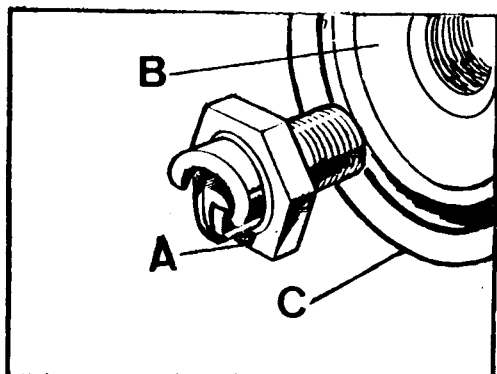

Fig. A1-80 Desmontaje de la garra de la manivela, polea del cigueñal y polea de la correa del depresor
- 1.4. Desmontar la garra de la manivela, A (Fig. A1-80) y extraer la polea correa del depresor, B, y la polea del cigueñal, C.
La garra de la manivela, A (Fig. A1-80) se apretará a una tensión de 27 kgm.